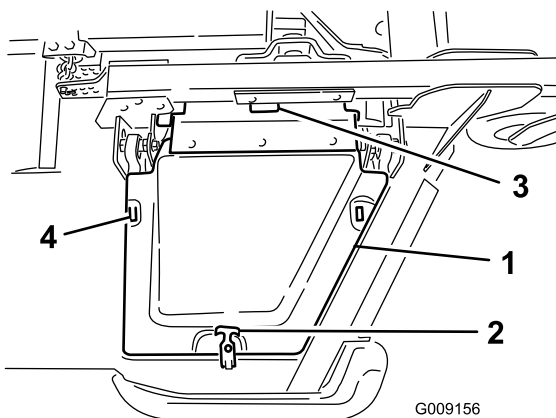

Figura 6
8. Instale la cubierta del ala y sujétela con el cierre de goma (Figura 6).